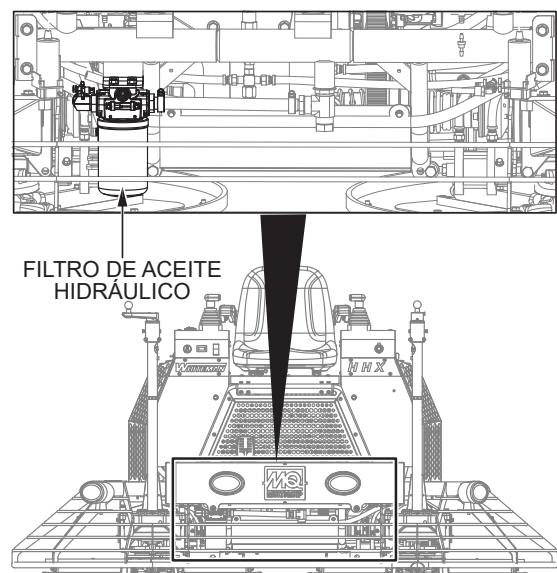

Figura 32. Filtro de aceite hidráulico
1. Cambie el aceite y los filtros hidráulicos (Figura 32) después de las primeras 100 horas de uso y después cada 250 horas. Use filtros de medios sintéticos absolutos de 10 micras.